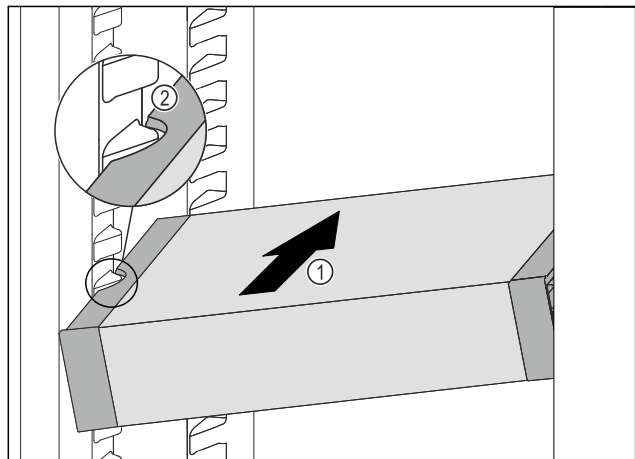

Fig. 175
- Insérer le VarioSafe en biais dans la partie réfrigérateur Fig. 175 (1) jusqu'à ce que les encoches latérales Fig. 175 (2) du VarioSafe se trouvent à la hauteur de la nervure du bac dans la partie réfrigérateur.